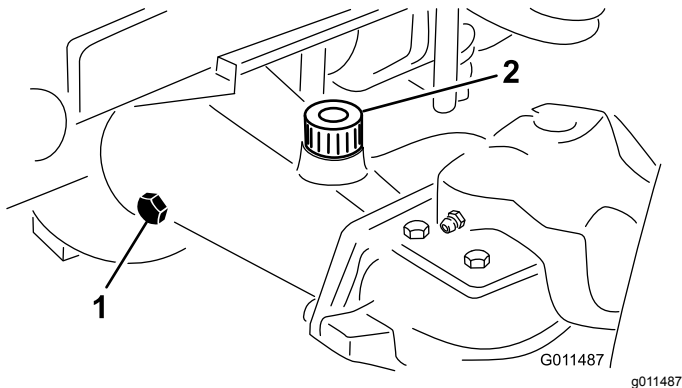

図 106
2. アクスルの一方の端部から点検用プラグを抜き、穴の高さまで潤滑油があることを確認する 図 106。